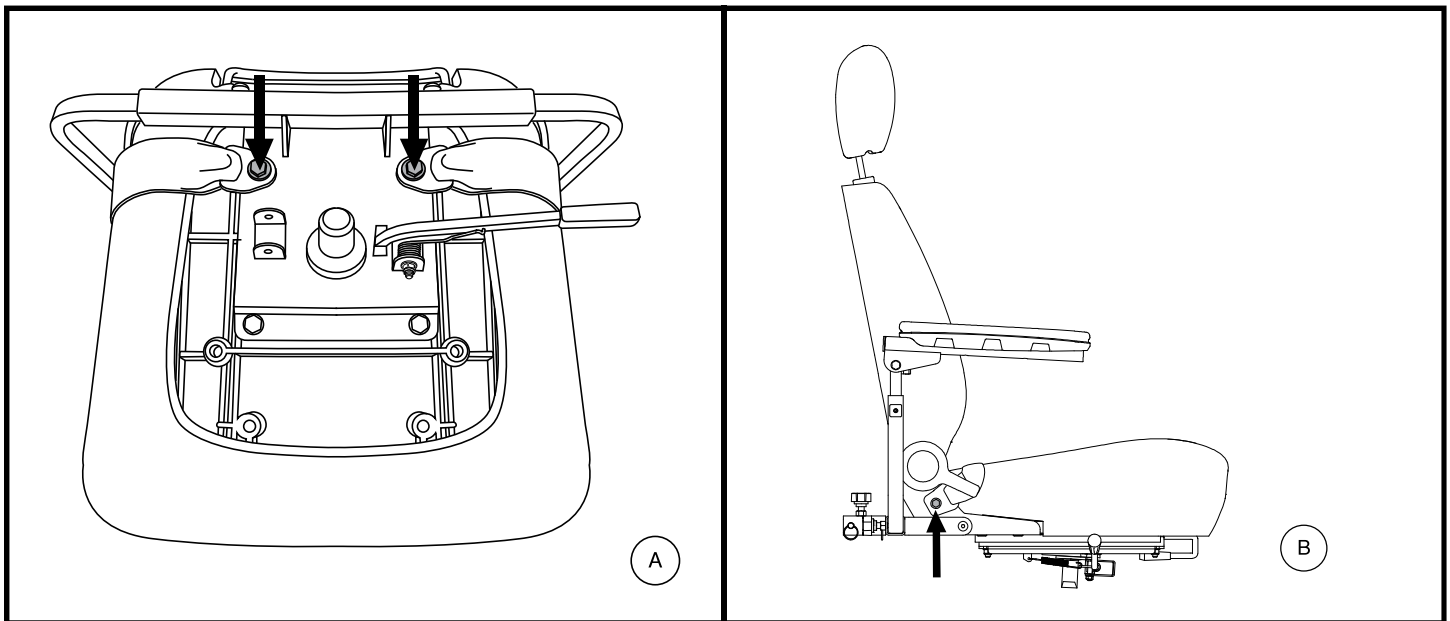

Abb. 23. Befestigungsschrauben des Rückhaltegurts
Ihr Elektromobil ist mit einem KFZ-typischen Rückhaltegurt ausgestattet, der dem Benutzer angepaßt werden kann. **Siehe Abb. 23.** Der Rückhaltegurt wurde konzipiert, um ein Auf- oder Abwärtsrutschen des Fahrers zu verhindern. Der Rückhaltegurt ist nicht als Rückhaltesystem entwickelt worden.
2. Sitz umdrehen, um die Unterseite einzusehen. **Siehe Abb. 23.**